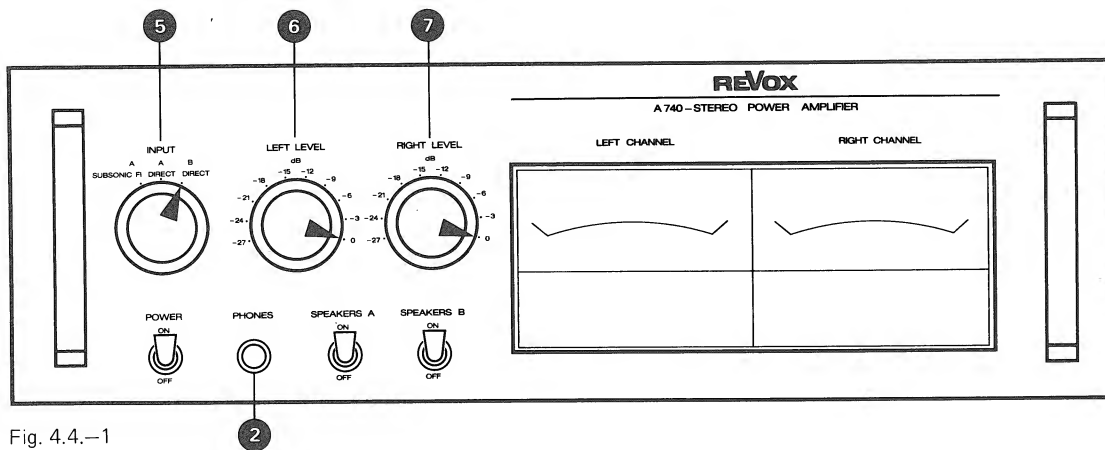

Fig. 4.4.—1
- Bedienungselemente nach Fig. 4.4.—1 einstellen.
- NF-Voltmeter an Ausgang LEFT CHANNEL (18) anschliessen.
- NF-Generator an Eingang LEFT CHANNEL (14) anschliessen.
- Adjust operating controls as per fig. 4.4.—1.
- Connect audio voltmeter to output LEFT CHANNEL (18).
- Connect audio generator to input LEFT CHANNEL (14).
- Organes de commande selon la fig. 4.4.—1.
- Brancher un voltmètre BF à la sortie LEFT CHANNEL (18).
- Brancher un générateur BF à l'entrée LEFT CHANNEL (14).
- Bedienungselemente nach Fig. 4.4.–1 einstellen.